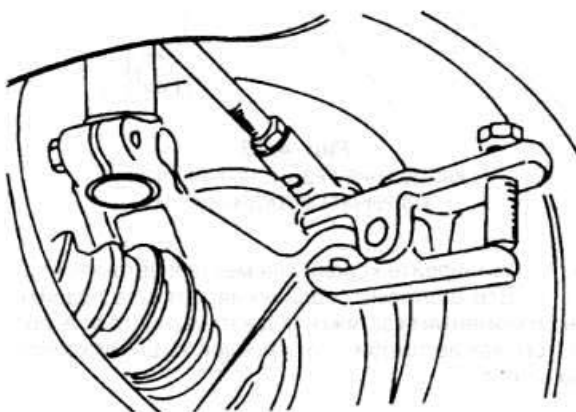

Рис. 5.3
- ♦ Разъедините рулевые шарниры на соединении поперечных рулевых тяг с рычагами поворотных кулаков (рис. 5.3).